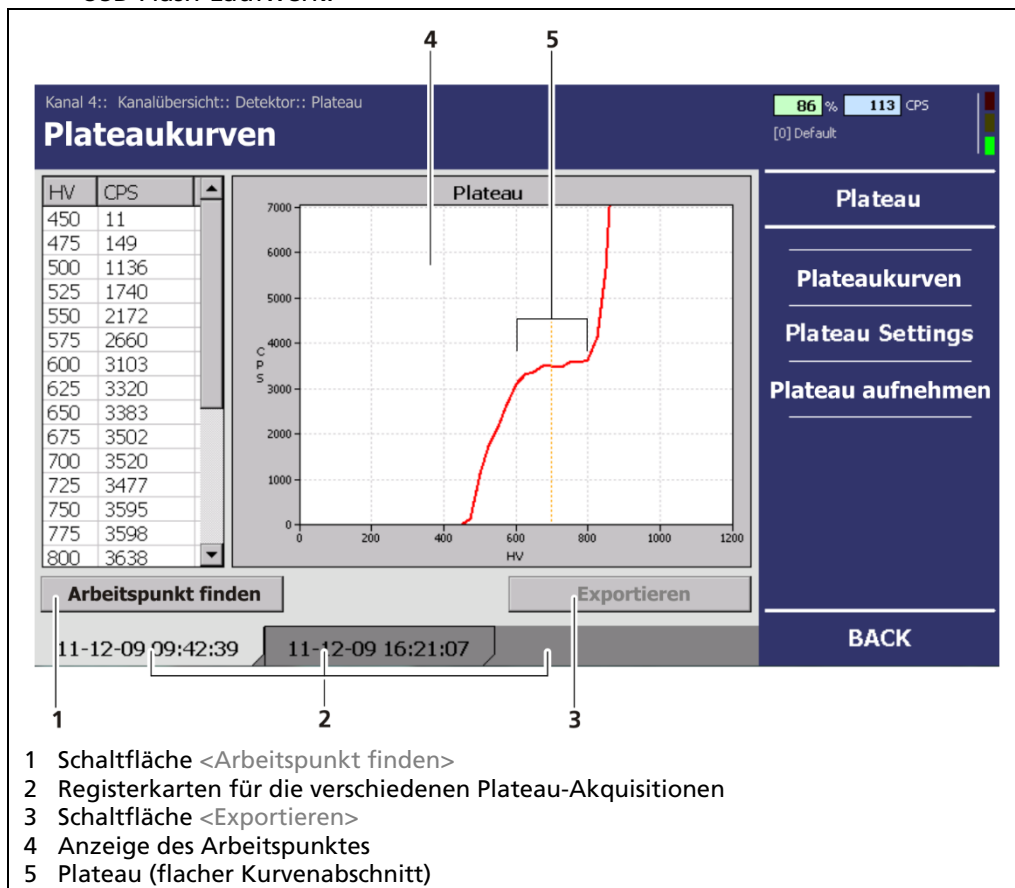

Abb. 15 Menü „Plateau (Plateaukurve)“
- Das Untermenü „Plateaukurven“ wird geöffnet (Abb. 15).
1. Klicken Sie auf die Schaltfläche <Arbeitspunkt finden> (Abb. 15, Pos.1), um einen neuen Betriebspunkt zu erstellen.
Klicken Sie auf die Schaltfläche <Exportieren> (Abb. 15, Pos.3), um die Daten der Plateaufaufnahme zu exportieren. Die Tabelle mit den Spannungen (HV) und den Zählraten (CPS) wird in Form einer txt.-Datei im Hauptverzeichnis des USB-Sticks abgelegt.